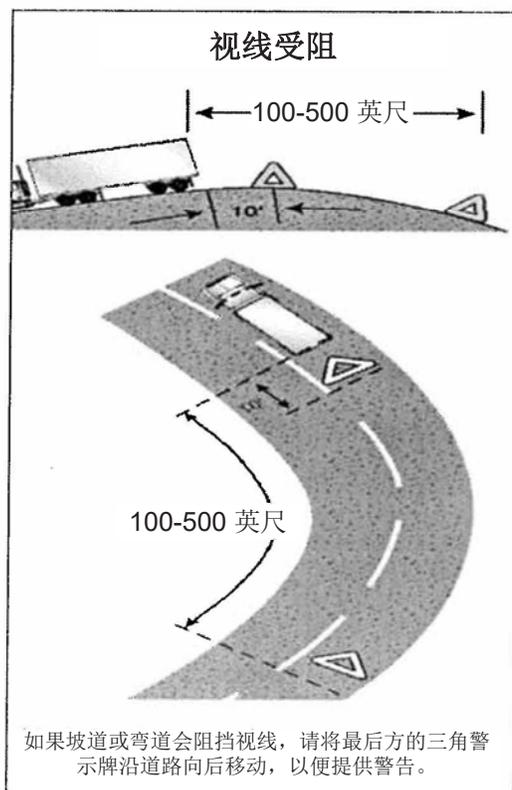

图 2.10
- 后退到任何坡道、弯道或其他妨碍其他驾驶员在 500 英尺范围内看到车辆的障碍物之外。如果坡道或弯道会阻挡视线，请将最后方的三角警示牌沿道路向后移动，以便提供警告。*请参见图 2.10。*